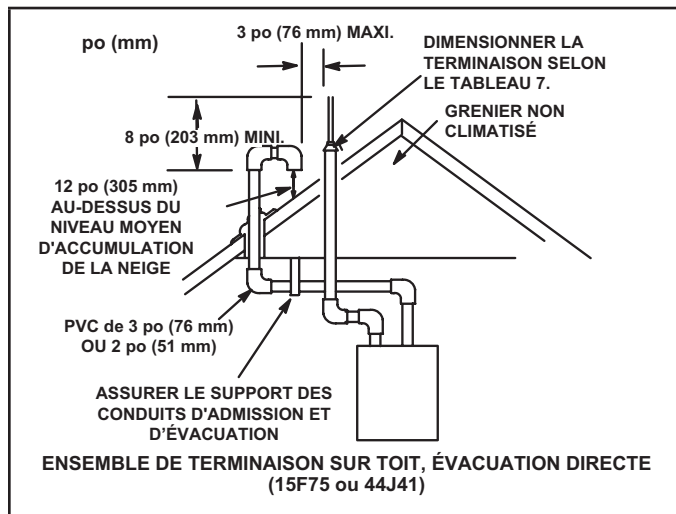
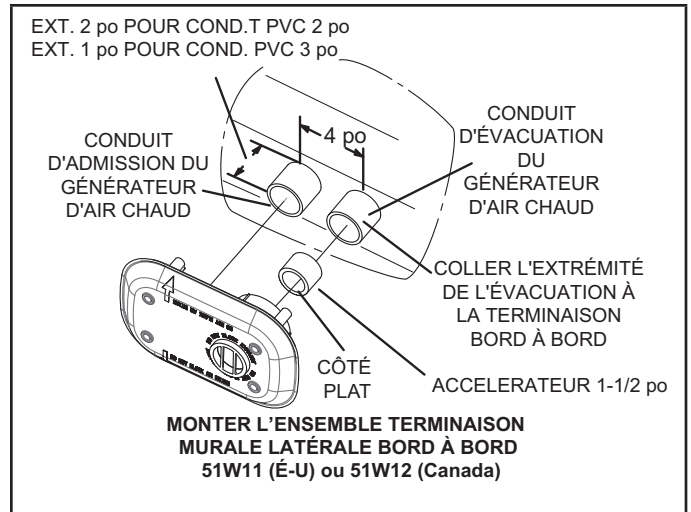

FIGURE 28
FIGURE 33
Les conduits d'admission et d'évacuation peuvent être acheminés soit horizontalement à travers un mur extérieur, soit verticalement à travers le toit. Pour les installations sous comble ou en placard, il est préférable d'utiliser une terminaison verticale à travers le toit. Les FIGURE 28 à FIGURE 33 illustrent des terminaisons typiques.
- 3 - Avec les terminaisons sur toit, le conduit d'admission doit comporter deux coudes à 90° et se terminer verticalement vers le bas (voir FIGURE 28).